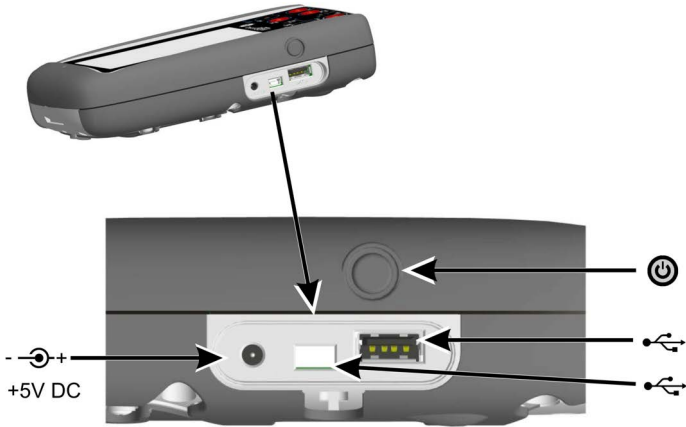

图 1-4: DPI 620 Genii 电源按钮和端口
1. 将直流电源连接到仪表一侧的 +5V 直流接口，如图 1-4 所示。
如果仪表关闭，短按电源按钮（图 1-4），直到显示屏闪烁并出现启动画面。